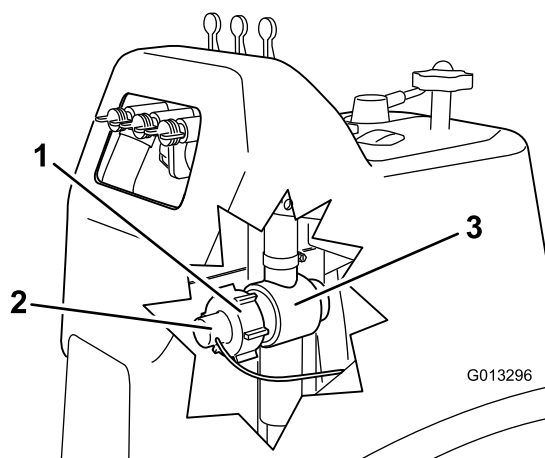

Figura 71
2. Togliete il coperchio dal corpo del flussometro (Figura 71).